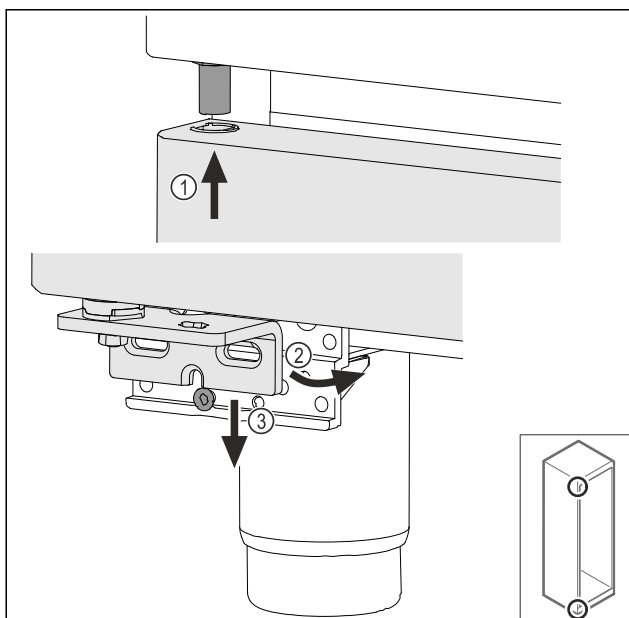

Fig. 49
- Šiek tiek pavertę duris, įstatykite jas viršuje Fig. 49 (1), išlygiuokite tiesiai Fig. 49 (2) ir užmaukite ant atraminės gembės varžto Fig. 49 (3).